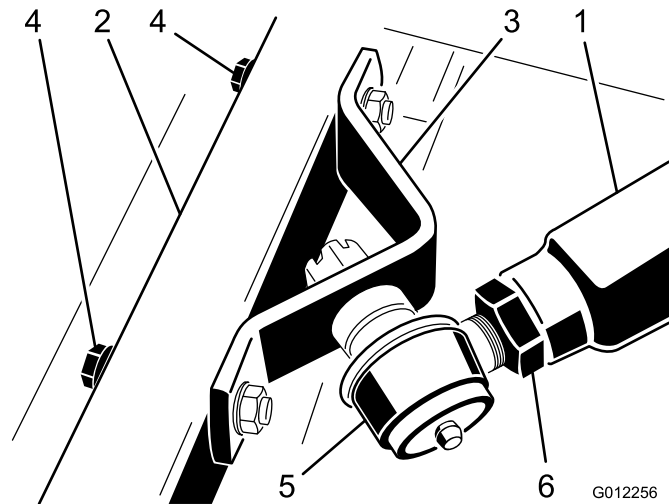

Figura 20
- Haga que otra persona haga presión hacia abajo con cuidado sobre el brazo de empuje derecho mientras que usted retira los tornillos de caperuza, las arandelas planas y las contratuercas que sujetan el soporte de la articulación esférica al brazo de la rueda giratoria de la unidad de corte (Figura 20). Ahora y con cuidado, la otra persona puede dejar que el brazo de empuje se desplace hacia arriba, lo que aliviará gradualmente la tensión de 45 kg del muelle.
3. Haga que otra persona haga presión hacia abajo con cuidado sobre el brazo de empuje derecho hasta que los taladros del soporte de la articulación esférica estén alineados con los taladros del brazo de la rueda giratoria (Figura 20).